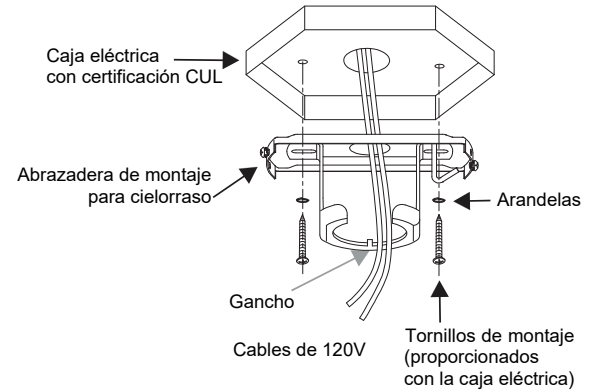

Fig. 5
Paso 1. Pase los cables de alimentación de 120 voltios a través del orificio central del soporte de montaje tal como se muestra en la **Fig. 5**.